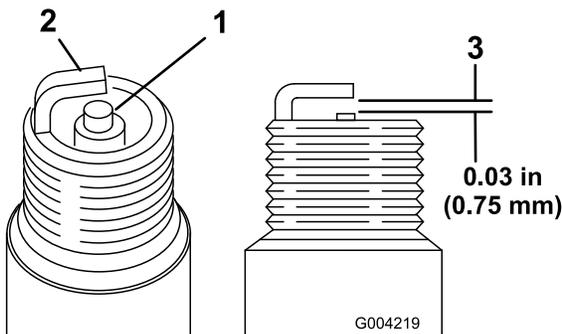

Bild 48
- Sehen Sie sich die Mitte der Zündkerzen an (Bild 48). Wenn der Kerzenstein hellbraun oder grau ist, ist der Motor richtig eingestellt. Eine schwarze Schicht am Kerzenstein weist normalerweise auf einen schmutzigen Luftfilter hin.
- Prüfen Sie den Abstand zwischen den mittleren und seitlichen Elektroden (Bild 48).
- Verbiegen Sie die seitliche Elektrode (Bild 48), wenn der Abstand nicht stimmt.